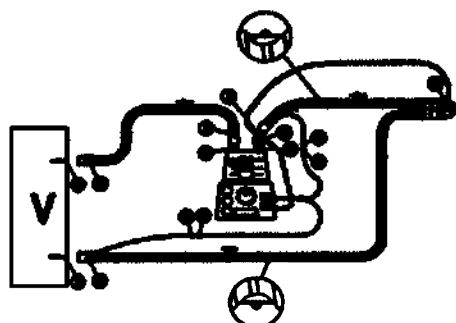
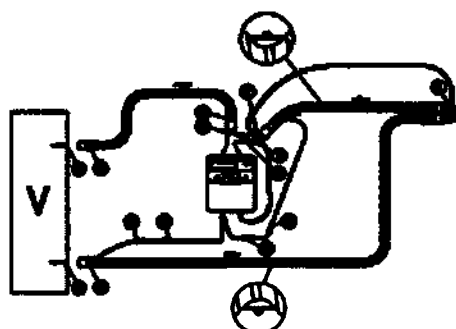

Рисунок 2
Рисунок 3
9. Информация о порядке установки, монтажа, настройки, калибровки и иных действиях, необходимых для ввода медицинского изделия в эксплуатацию	ИНСТРУКЦИЯ ДЛЯ ПОЛЬЗОВАТЕЛЯ: Для того чтобы присоединить контур к увлажнителю вентилятора, надо сделать следующее: 1. Извлеките контур из заводской упаковки. 2. Присоедините не нагреваемую часть патрубка вдоха (A) к входу увлажнителя (A1). 3. Присоедините второй патрубок вдоха (B) к выходу увлажнителя (B1). 4. Присоедините магистраль вдоха контура (C) к порту вдоха аппарата ИВЛ (C1). 5. Соедините магистраль выдоха контура (D) с портом выдоха аппарата ИВЛ (D1). 6. Вставьте температурный датчик больного в соответствующий порт коннектора (E). 7. Если увлажнитель снабжен датчиком мониторинга температуры газа на выходе, датчик следует вставить в порт коннектора на выходе увлажнителя (F). Некоторые контуры могут быть снабжены двумя соединителями с выходными отверстиями увлажнителей; прозрачный предназначен для увлажнителей F&P™ MR 730, HUDSON RCI™ и Bear™; тогда как зеленый – только для увлажнителя F&P™ MR 850. Перед подсоединением зонда, убедитесь в том, что соединитель, вставленный в отверстие для увлажнителя совместим с применяемым увлажнителем. Применение несовместимого соединителя может привести к неправильной его работе или выходу из строя. 8. С помощью специального адаптера (переходника) соедините электрический коннектор провода нагрева (G) вдоха с соответствующим гнездом питающего кабеля увлажнителя (G1). 9. Если двойные дыхательные контуры используются с устройством Fisher & Paykel™ (рис. 2), красный электрический коннектор магистрали вдоха (G) соединяется с красным патрубком адаптера (G1), а синий электрический коннектор магистрали выдоха (H) – с синим патрубком адаптера (H1). 10. Если используется двойной дыхательный контур для увлажнителя HUDSON RCI™ (рис. 3), следует применять два адаптера. Соединение осуществляется следующим образом: ♦ голубой электрический коннектор магистрали вдоха (G) с помощью адаптера присоединяется к короткому концу кабеля увлажнителя с голубым коннектором (G1); ♦ желтый электрический коннектор магистрали выдоха (H) с помощью адаптера присоединяется к длинному концу кабеля увлажнителя с желтым коннектором (H1). 11. Установите на шкале увлажнителя требуемую температуру и проверьте правильность соединений, как показано на рисунках 1, 2 и 3. Контур может иметь односторонние клапаны; перед использованием таких клапанов в работе проверяйте их на рабочую функцию и направление потока. Максимальный срок использования прибора: 48 часов. Если дыхательный контур применяется с фильтром, фильтром/тепловлагообменником или тепловлагообменником, заменяйте его через каждые 24 часа. Не использовать повторно. После употребления удалить в отходы. При удалении устройства в отходы следует соблюдать меры